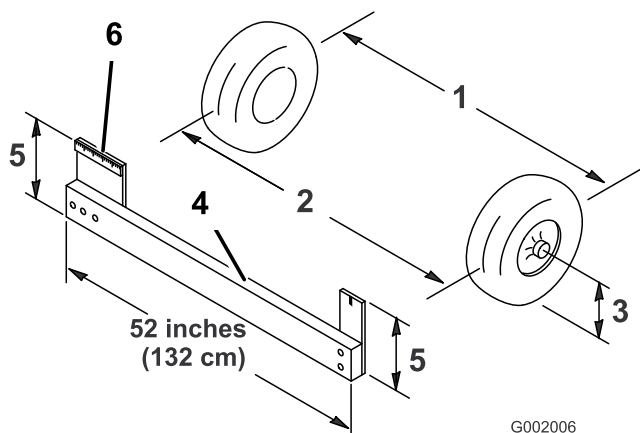

Figura 58
4. Mida la distancia entre los neumáticos delanteros a la altura del eje, en la parte delantera y trasera de las ruedas (Figura 58). Es necesario utilizar una plantilla para medir la distancia entre la parte trasera de las ruedas delanteras a la altura del eje. Utilice la misma
plantilla para medir con precisión la parte delantera de las ruedas delanteras a la altura del eje (Figura 58).